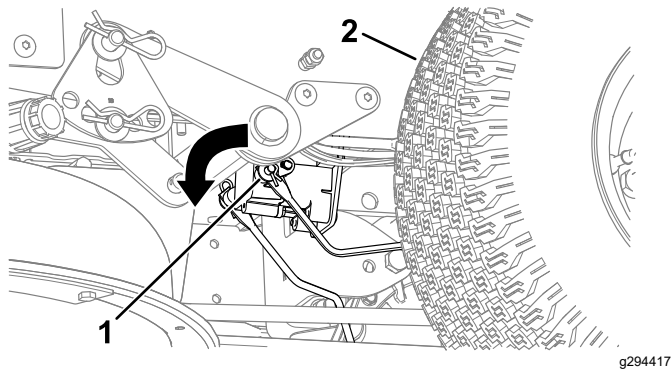

Figura 52
4. Localizați la frâna electrică arborele la care sunt conectate braele de cuplare (Figura 52).
5. Rotii arborele spre față pentru a elibera frâna, aa cum este ilustrat în Figura 52.